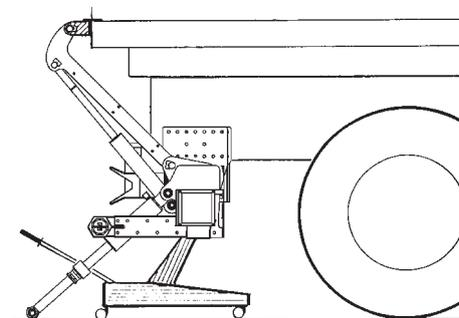

Figura 15. Utilice el embalaje del elevador y una carretilla.
5. Montar los brazos primeros en los ojetes del accesorio, véase Figura 15. Usar los pernos de pivote comunes del puente de acero.
6. La estructura del elevador debe colocarse lo más alta posible dentro de las medidas C indicadas. Ajustar la estructura a la altura ideal debajo del chasis. Utilice el embalaje del elevador y una carretilla, véase Figura 15. La estructura debe colocarse paralelamente al suelo de la carrocería y no debe quedar apoyada contra el chasis del vehículo, debe existir una holgura de algunos milímetros. Si es necesario, ajustar el ángulo de los brazos conduciendo el elevador con cuidado.